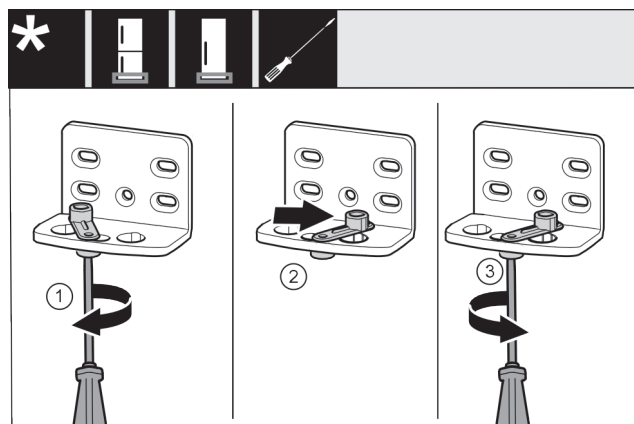

Fig. 46 *
- ▶ Ar skrūvgriezi nenostiprināti pieskrūvējiet skrūvi Fig. 46 (1)*.
- ▶ Paceliet durvju aizvēršanas palīgierīci Fig. 46 (2) un ieskrūvējiet caurumā par 90° uz labo pusi.*
- ▶ Ar skrūvgriezi pieskrūvējiet skrūvi Fig. 46 (3)*.